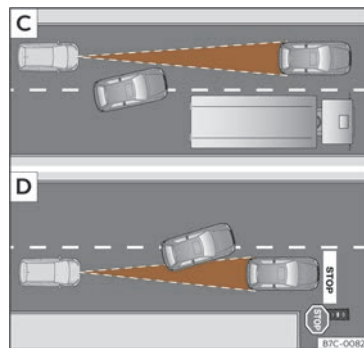

Fig. 134 C) Canvi de carril d'un vehicle. D) Vehicle girant i un altre d'aturat.
- Vehicles que canviïn al carril pel qual esteu circulant i a poca distància del vostre vehicle >>> **fig. 134**
Podria ser que l'ACC no reaccionés davant de vehicles aturats. Si un vehicle detectat per l'ACC gira o s'aparta i davant seu hi ha un vehicle aturat, l'ACC no reaccionarà a la seva presència >>> **fig. 134**